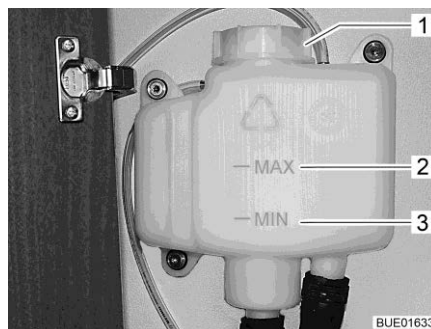

Bild 214 Ausgleichsbehälter ohne Blende
- Prüfen, ob am Ausgleichsbehälter (Bild 214) die Flüssigkeit zwischen der Markierung "MIN" (Bild 214,3) und "MAX" (Bild 214,2) steht.
- Am Ausgleichsbehälter den Drehverschluss (Bild 214,1) aufdrehen.